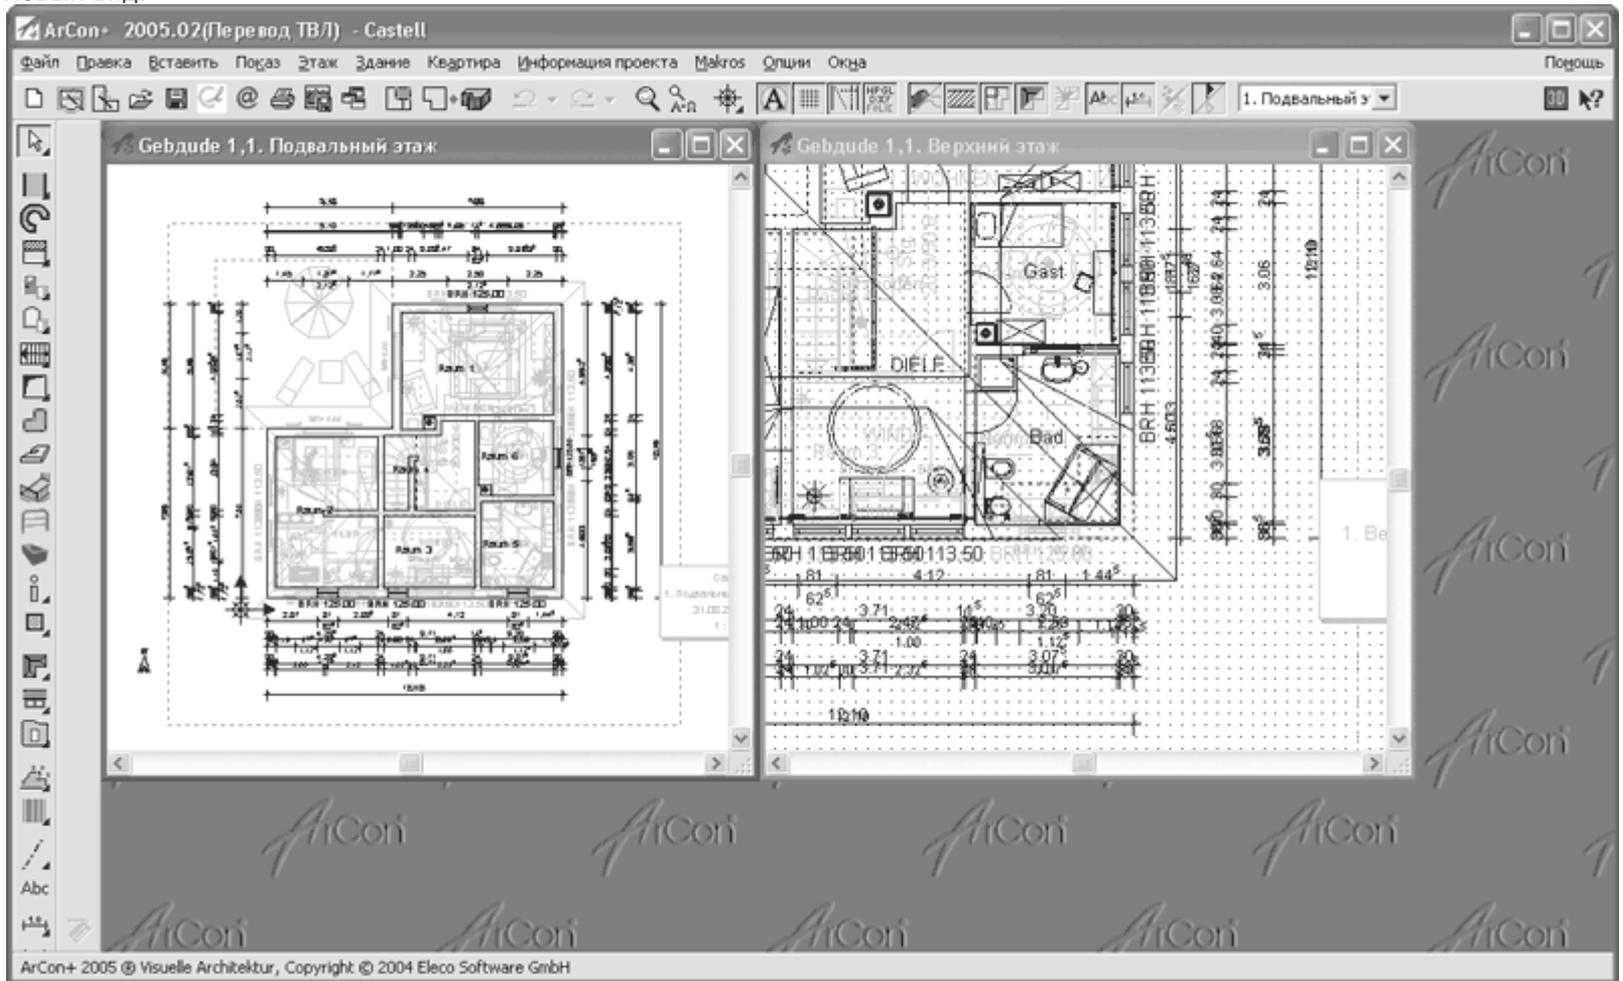

Рис. 1.5. Дополнительное окно представления данных проекта
– нажатие этой кнопки приводит к появлению нового окна с представлением текущего проекта (рис. 1.5). Данная функция позволяет вести редактирование проекта сразу в нескольких окнах, отображая в них разные части плана, разные этажи зданий и т. п. Вы можете создавать произвольное количество таких дополнительных окон и как угодно размещать их в